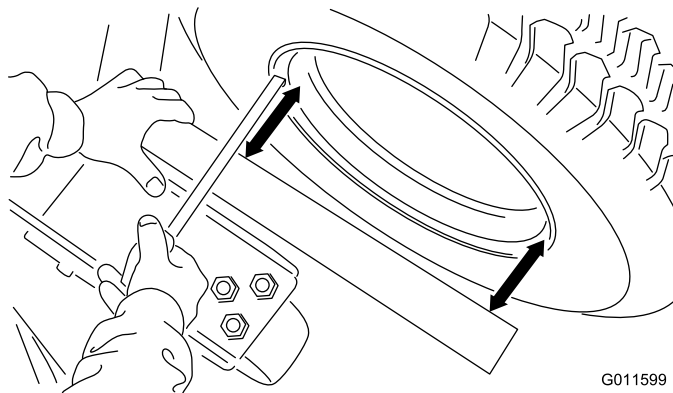

Figure 5
- B. Placez un bord d'équerre ou une règle droite contre la partie soudée du plateau qui comprend la fourche de la roue pivotante (Figure 5). N'utilisez pas la fourche même.
- C. Mesurez la distance du rebord de jante intérieur (pas du rebord extérieur) à la règle droite en 2 points, comme indiqué à la Figure 5. Les irrégularités de la jante et de la peinture font du rebord extérieur un point de mesure peu fiable. Ces 2 mesures ne doivent pas différer de plus de 3 mm.